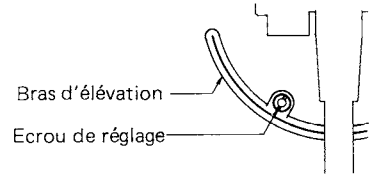

Fig. 4.
1. Séparer le bras de lecture de son repose-bras et le poser en haut du bras d'élévation. Conserver l'ensemble des organes dans cette position, tourner la vis de réglage (Fig. 4) pour que l'écartement entre l'extrémité de la pointe de lecture et la surface du disque corresponde approximativement à 8